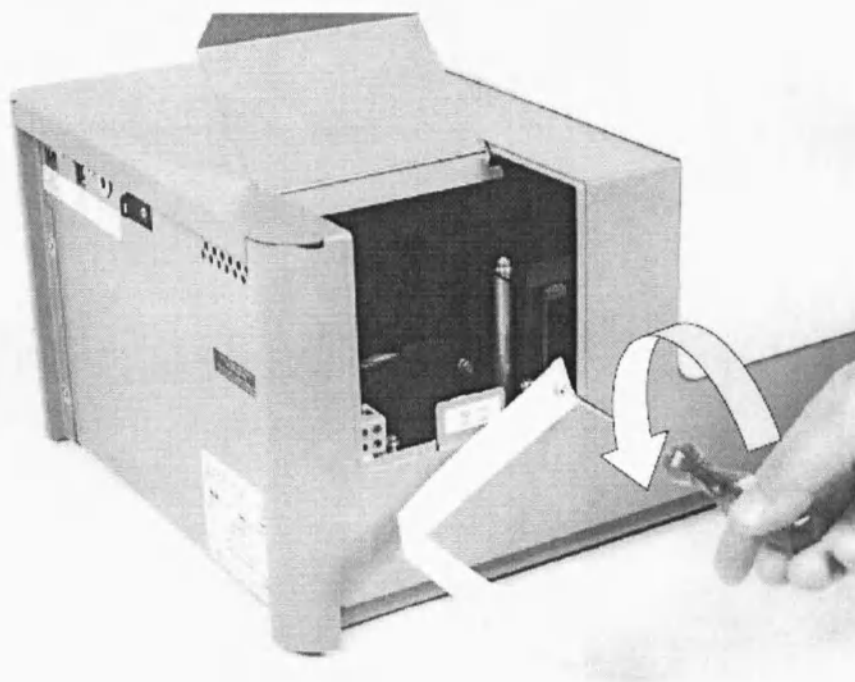

Рисунок 3-8. Демонтаж транспортировочного фиксатора
2. Открепите транспортировочный фиксатор при помощи отвертки, входящей в комплект поставки (Рисунок 3-8).